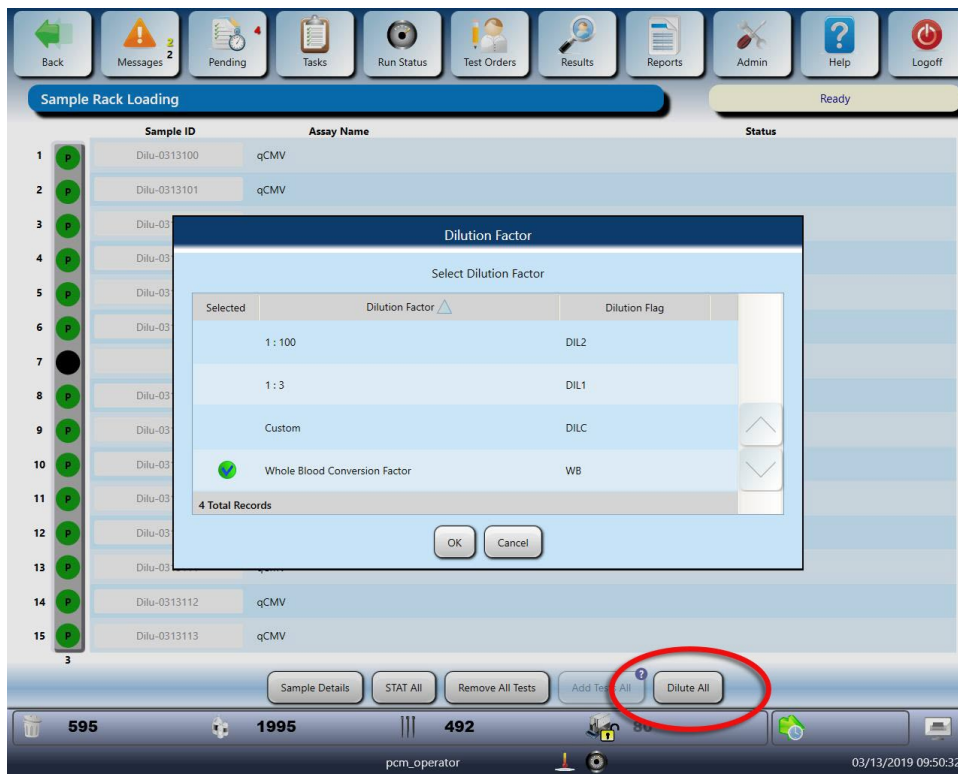

Figure 5. La fenêtre Facteur de dilution de l'écran Chargement du portoir d'échantillons
- f. Jeter le collet de reconstitution et le flacon en verre (Figure 5, Étape 8).